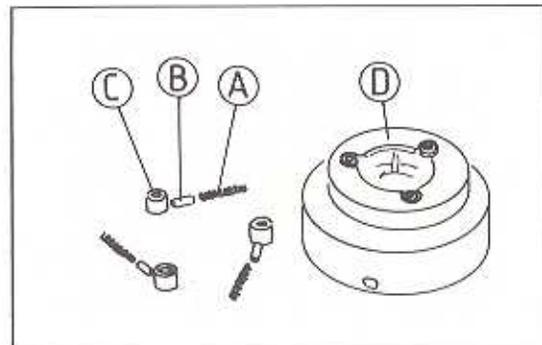

Bild 153
- Die Freilaufteile der Kupplung entnehmen (Bild 153).